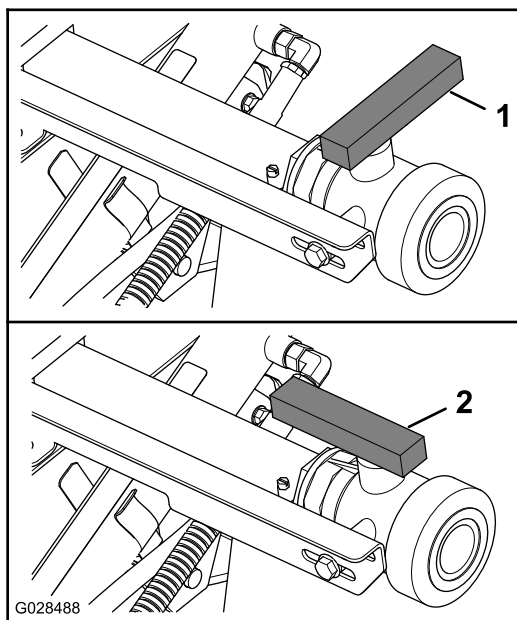

Figure 73
3. Ouvrez le robinet pour vidanger tout le produit inutilisé qui reste dans la cuve (Figure 73).
4. Fermez le robinet de vidange (Figure 73).